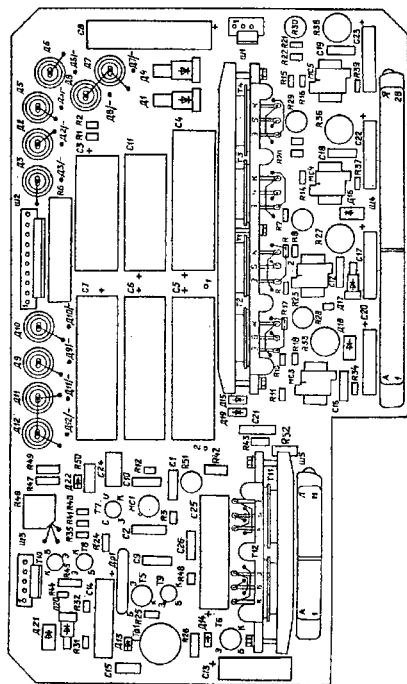

Рис. 3
- Рис.3. Блок питания (У1). Плата П3.